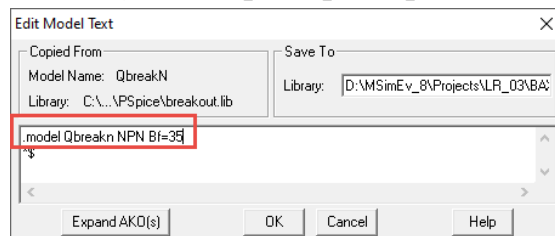

Рис. 2. Ввод коэффициента усиления транзистора  $\beta$
- Для транзистора установить заданный в рабочем задании коэффициент усиления  $\beta$ . Для этого щелкнуть транзистор один раз (он окрасится). Войти в интерфейсный диалог *Edit - Model - Edit instance model (text)...* (рис.2). В окне параметров модели транзисторов ввести коэффициент  $B_f$  с заданным значением  $\beta$  (как например, на рис.2  $\beta=35$ ).
5. По снятым выходным характеристикам для усилительного каскада ОЭ (рис. 2) с параметрами, заданными в подготовке к работе, графически определить коллекторный ток транзистора  $I_k$  и напряжение  $U_{кэ}$ . Результат занести в табл. 2. Для рабочей точки определить коэффициент усиления транзистора для малого сигнала  $h_{21э} = \Delta I_k / \Delta I_б$ .